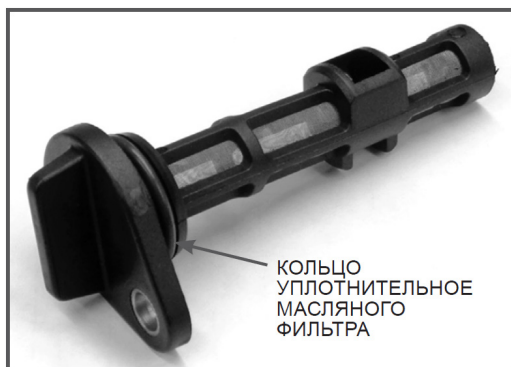

Рис. 12 Масляный фильтр
При каждой очистке масляного фильтра обязательно меняйте уплотнительное кольцо масляного фильтра (Рис. 12). При установке кольца на корпус фильтра не допускайте его повреждений. После установки уплотнительного кольца на корпус масляного фильтра контролируйте правильность установки кольца, оно не должно быть перекручено.
10. Внимательно осмотрите масляный фильтр (Рис. 12). Обязательно проверьте фильтрующую сетку фильтра на наличие механических повреждений (сетка порвана, имеются отверстия). При наличии повреждений и невозможности очистить сильные загрязнения фильтр необходимо заменить.